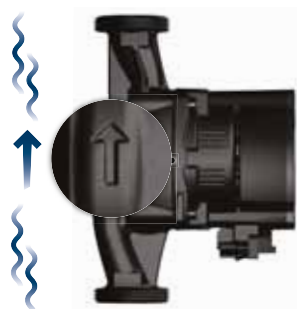

Рис. 1 Напрямок потоку
1. Стрілки на корпусі насоса вказують на напрямок руху потоку рідини через насос. Див. рис. 1.